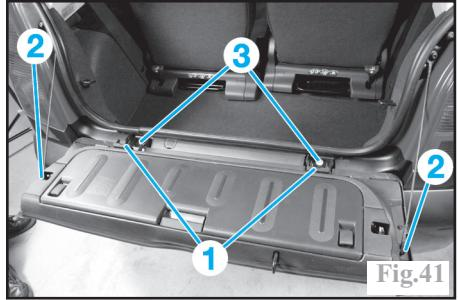

Fig.41
Déclipser les deux caches (1) (Fig.41).